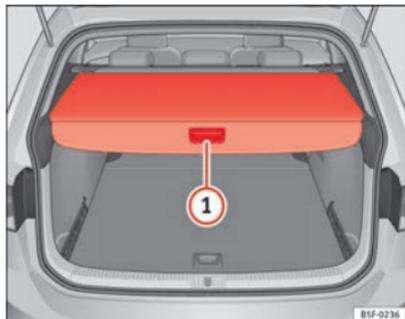

Fig. 94 Dans le coffre à bagages : refermer la plage arrière
- Appuyez sur la poignée de la plage arrière (**press**) jusqu'à la débloquer ⇒ fig. 94 **(1)**. La plage se déplace automatiquement jusqu'à la fin du rail en s'enroulant complètement.